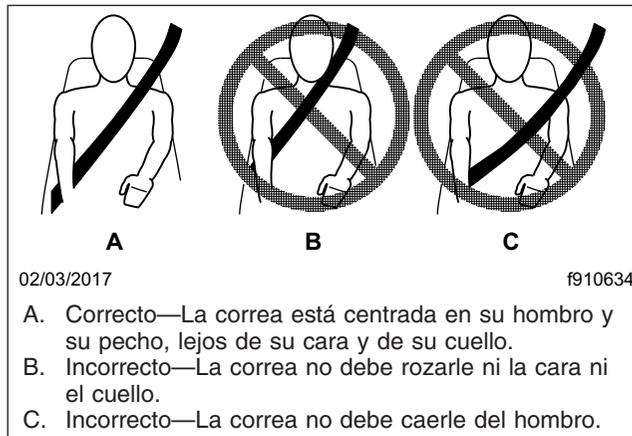

Figura 6.10, Posición correcta de la correa del hombro
5. Coloque la correa del hombro diagonalmente a través del torso con el soporte ajustable de la guía en D, si lo hay. La correa debe estar centrada en el hombro y el pecho, lejos de la cara y del cuello. Vea la **Figura 6.10**. Si se desea, trabe el cierre Komfort Latch o Sliding Komfort Latch como sigue:
5. Coloque la correa del hombro diagonalmente a través del torso con el soporte ajustable de la guía en D, si lo hay. La correa debe estar centrada en el hombro y el pecho, lejos de la cara y del cuello. Vea la **Figura 6.10**.